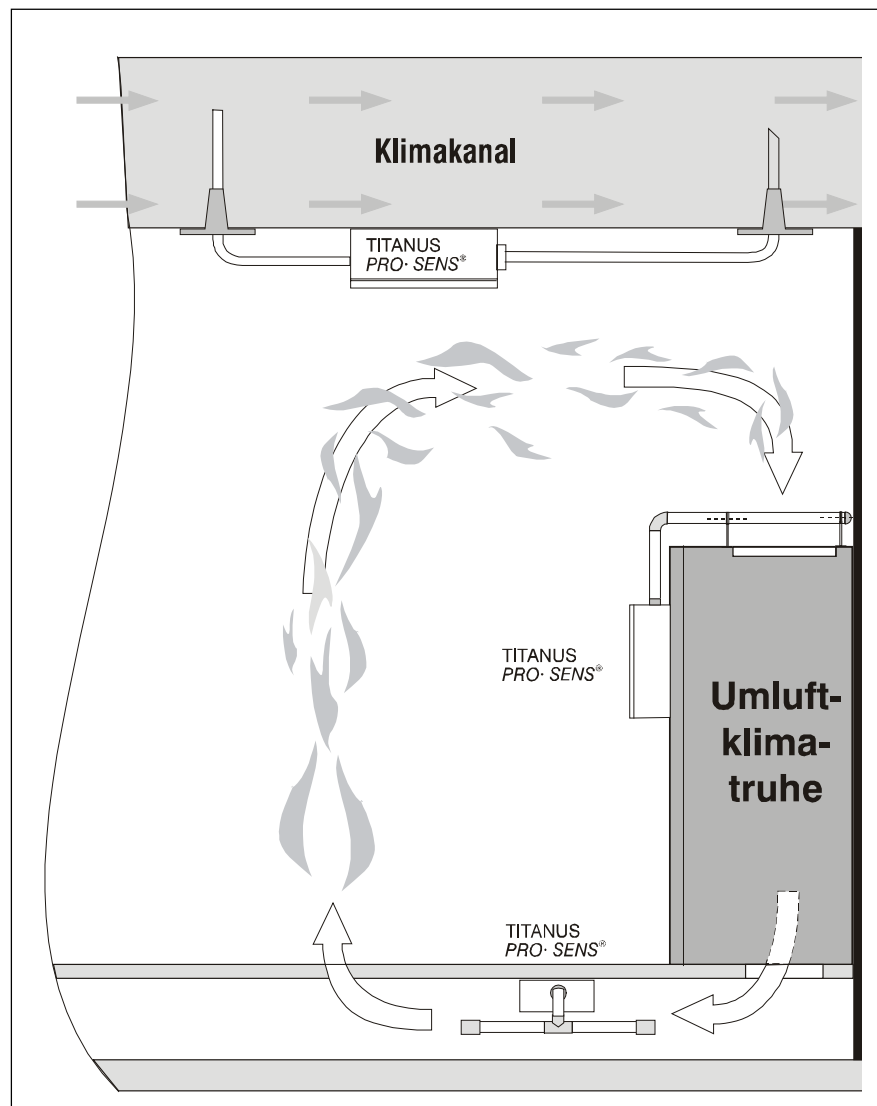

Abb. 1.2: Überwachungsmöglichkeiten einer Umluftklimatruhe bzw. eines Klimakanals
- an Klimatruhen (siehe Abb. 1.2) oder